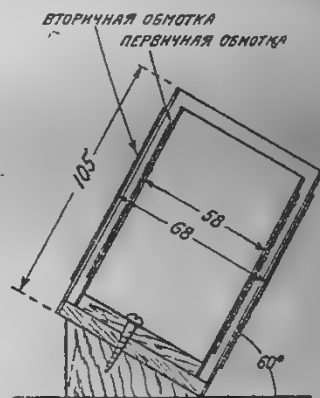

Рис. 1.
1. Для изготовления подставок, на которых крепятся трансформаторы высокой частоты под углом в 60° , делают из дерева брусочки размером $45 \times 63 \times 80$ мм и распиливают его по диагонали так, что площадь распила получается квадратная. Для изготовления трансформаторов склеиваются цилиндры длиной в 105 мм 6 штук диаметром 68 мм для вторичных обмоток, и шесть — диаметром 8 мм для первичных обмоток. На катушки наматываются указанные в статье („РА“ № 11, 1929 г.) обмотки, к катушкам приклеиваются фанерные довышки и затем одним винтом через центр кружков катушки привинчиваются к заготовленному ранее брусочку (рис. 1).